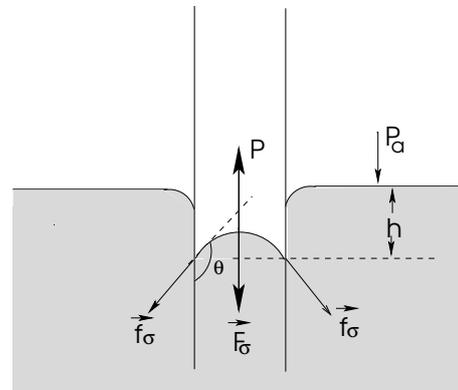

Fig. 9 – Descente du mercure. Liquide non mouillant.
2. le mercure (voir figure 9).
- le mercure (voir figure 9).